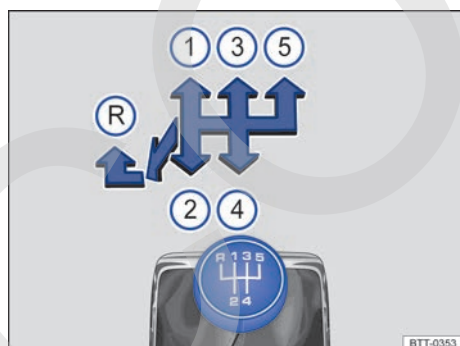
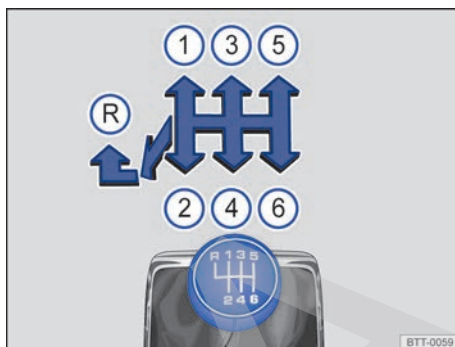

Fig. 100 Esquema de las marchas de un cambio manual de 5 marchas.
Fig. 101 Esquema de las marchas de un cambio manual de 6 marchas.
En la palanca de cambios están representadas las posiciones de cada una de las marchas → fig. 100 o → fig. 101.
- Mueva la palanca de cambios completamente hacia la izquierda y a continuación hacia delante para situarla en la posición de la marcha atrás → fig. 100 (R) o → fig. 101 (R).